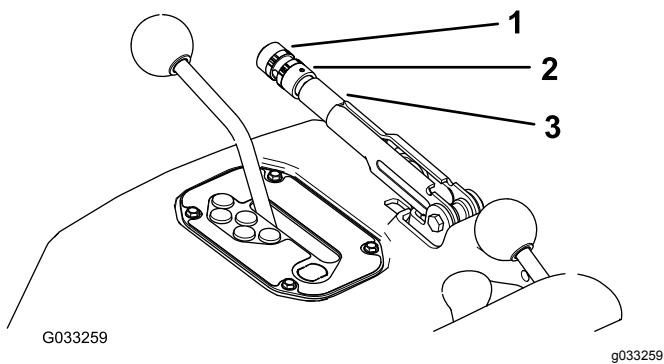

図 75
2. 調整ノブをブレーキレバーに固定している固定ねじをゆるめる 図 75。
3. ノブ 図 75 を回し、20-22 kg 程度の力でブレーキを作動させられるように調整する。
4. 調整が終わったら固定ねじを締める 図 75。